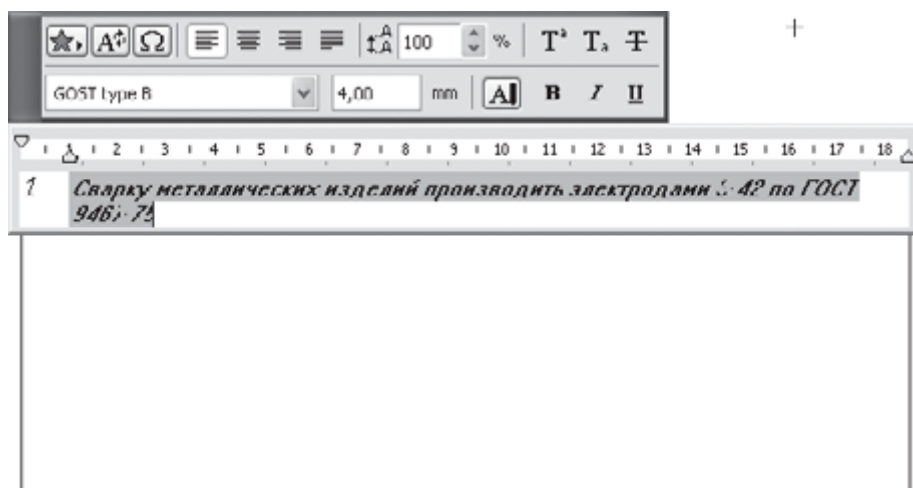

Рис. 9.10. Результат вставки автотекста
3. Нажмите кнопку **Insert (Вставить)**. Окно **Insert Autotext (Вставить автотекст)** закроется, в окне текстового редактора появится содержимое элемента **Сварка** (рис. 9.10).